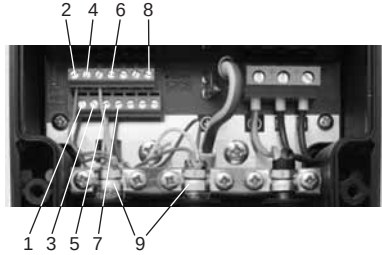

Abb. 5 Anschließen des Sensors und der Steuerung
4. Die Sensorkabel und die Kabel von der Steuerung am Schnittstellengerät auflegen. Siehe Abb. 5. Den weißen Leiter vom DPI abschneiden. Den Kabelschirm vom Sensorkabel und vom Kabel der Steuerung an der Masseschelle auflegen.